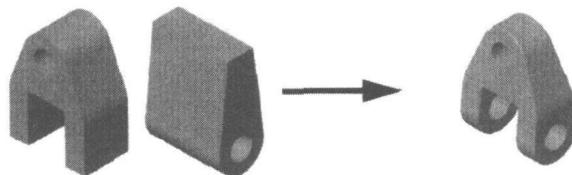

图 1-5 布尔运算技术
- 布尔运算：通过组合实体保留两个实体交叉的部分，如图 1-5 所示。